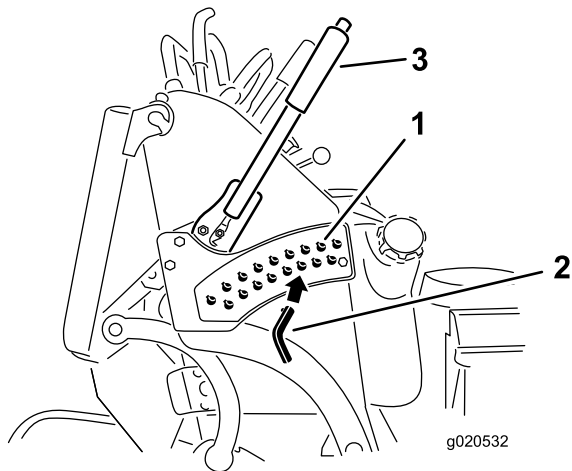

Bild 21
3. Wählen Sie ein Loch in der Schnitthöhenhalterung, das der gewünschten Schnitthöhe entspricht, und stecken Sie den Lastösenbolzen wieder ein (Bild 21).
4. Drücken Sie die Taste oben und senken Sie die Schnitthöhe auf den Stift ab (Bild 21).